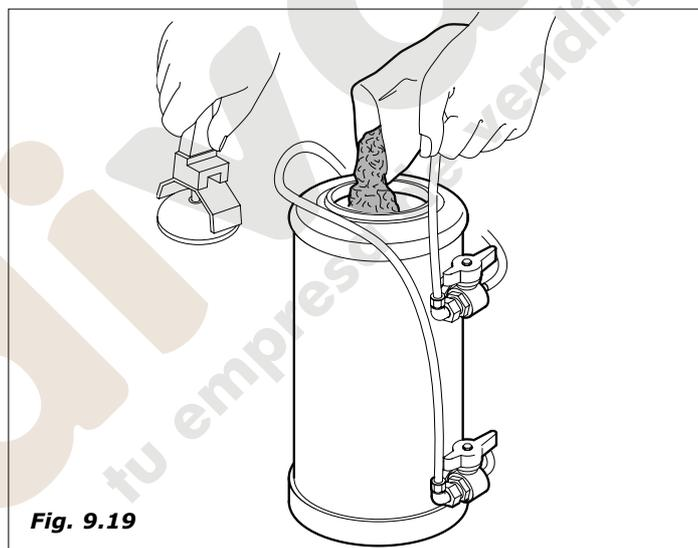

Fig. 9.19
- Abrir la tapa e introducir 1,5kg de sal de cocina (Fig.9.19)